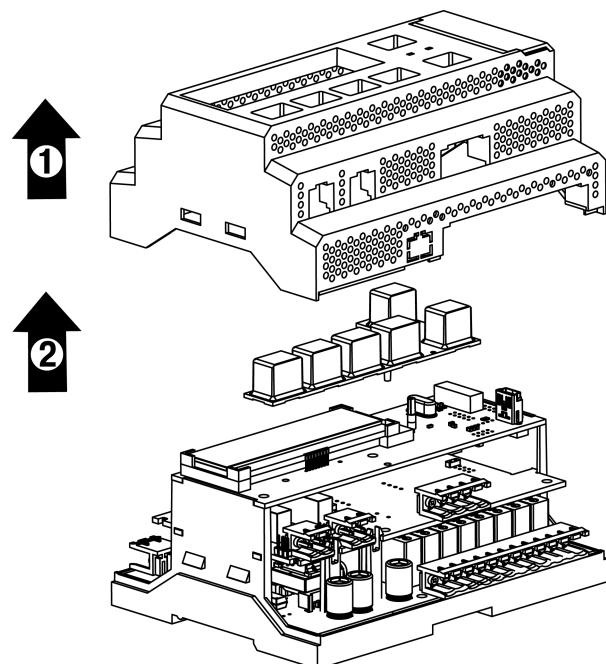

Рисунок 7.2 – Отделение верхней крышки и клавиатуры
- Снять крышку (см. рисунок 7.2, стрелка 1). Убрать клавиатуру (стрелка 2).